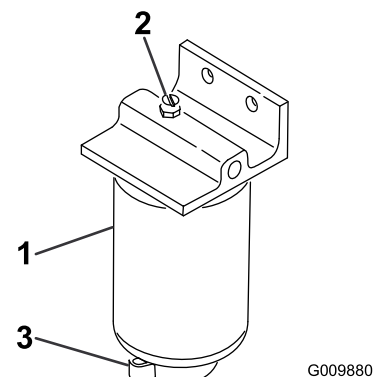

Bild 49
2. Lösen Sie das Ablassventil an der Unterseite der Filterglocke (Bild 49).
1. Reinigen Sie den Anbaubereich der Filterglocke (Bild 49).